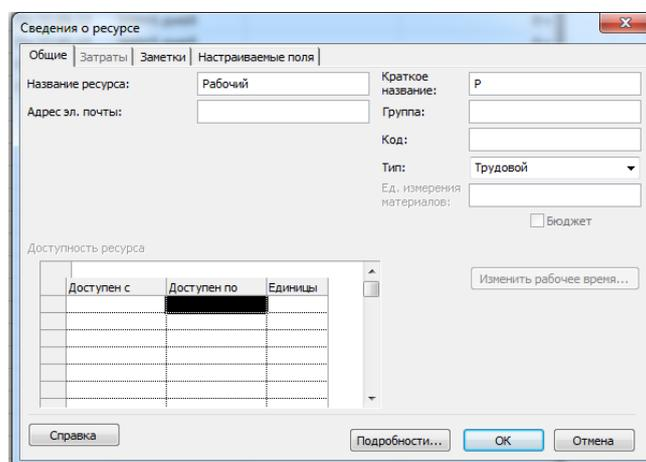

Рис. 20 Заполнение данных в окне «Сведения о ресурсе»
5) В окне «Сведения о ресурсе» заносим следующие значения (рис. 20):